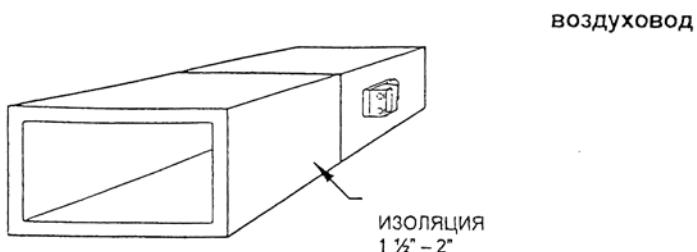

Рис. 8 – Изолированный прямоугольный фиберглассовый воздуховод
- Изолируйте заслонку с помощью теплоизоляции толщиной полтора-два дюйма (уточните по местным нормам). См. рис. 8.